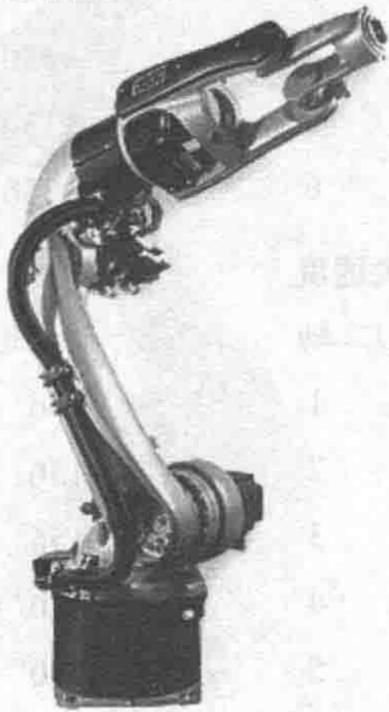

图 1-5
2. KR X arc HW 系列 (领域: 焊接、物料搬运、涂装、测量检测等) (图 1-5)